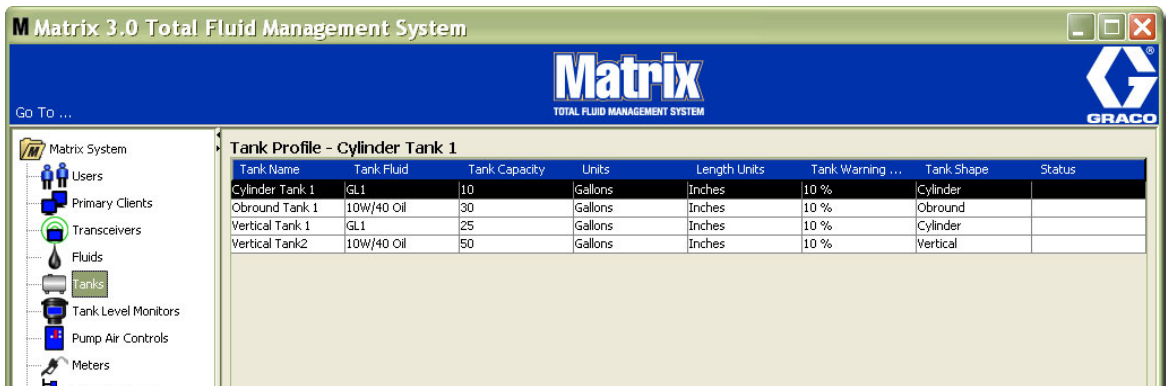

图 103
1. 提供料桶配置文件所需要的全部信息后，单击“确定”关闭屏幕和保存更改。料桶被添加到列表中，如图 103 中所示。
2. 若要修改料桶配置文件（图 103），突出显示主料桶屏幕上所列的条目，如图 103 中所示。